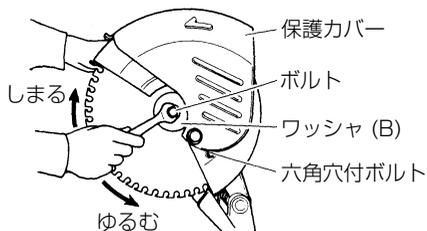
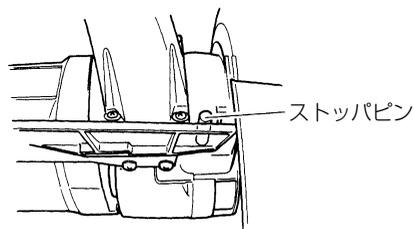

図 12
図 13
- (1) 保護カバーを六角穴付ボルトに当たるまで持ち上げます。(図 12 参照)
- (2) ストップピンを手で押し（図 13 参照）ながらボルトに 17 mm スパナをかけ、ゆっくりと回転させ、ストップピンが下がったら、チップソー軸が固定されたこととなります。この状態で図 12 のゆるむ方向（左回転）に 17 mm スパナを回せばボルトがゆるみます。
- (3) ボルト、ワッシャ (B) を取りはずします。
- (4) チップソーを取付けます。（当社指定の金属切断用チップソー、または最高使用回転数 $2,000 \text{ min}^{-1}$ {回/分} 以上のチップソーを取付けてください。）
- (5) ワッシャ (B)、ボルトに付いている切りくず、ゴミなどを除去し、チップソー取付け軸に取付けてください。
- (6) ストップピンを押し、ボルトに 17 mm スパナをかけて図 12 のしまる方向（右回転）に回せばボルトが締まります。